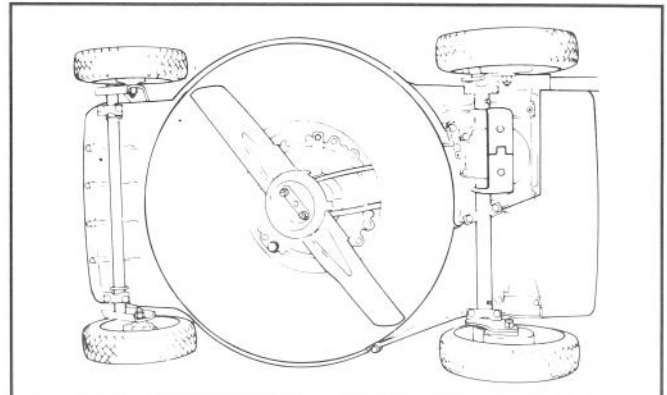

Figure 29
2. Basculer la tondeuse sur le côté droit (fig. 29). Éviter de faire tourner les lames ce qui risquerait d'entraîner des problèmes de démarrage.